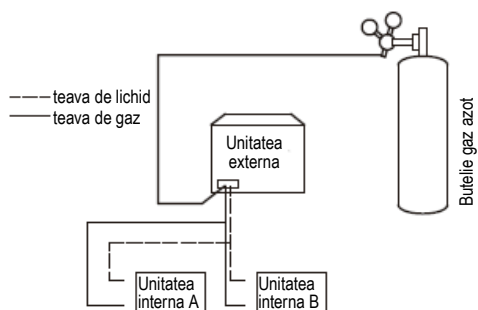

Figura 5.27
4. Folosiți dopuri oarbe pentru a bloca toate deschiderile de pe partea de lichid (gaz), cu excepția deschiderii de la unitatea internă care este cea mai îndepărtată de unitățile externe („Unitatea internă A” din figura 5.27).
8. Curățați celelalte orificii în același mod, lucrând pe rând de la unitatea internă A spre unitățile externe. Consultați figura 5.27.